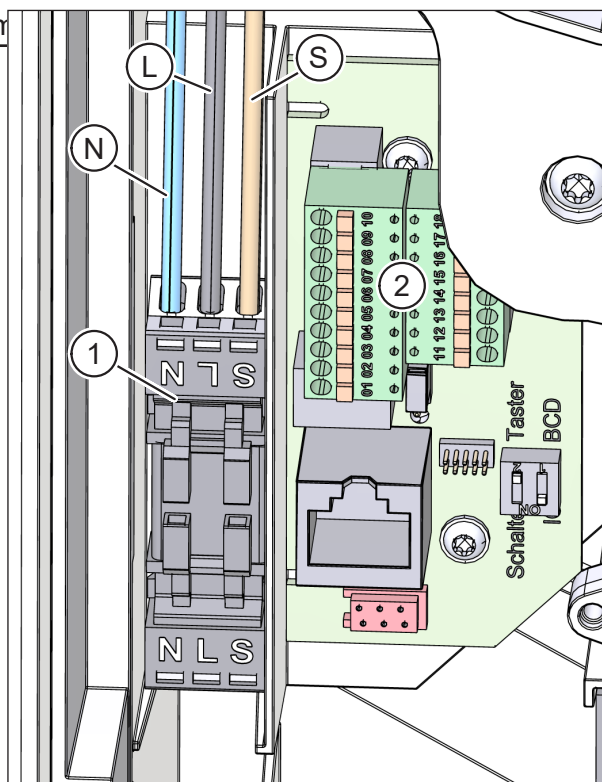

Fig. 40: Conectarea cablurilor de rețea și a cablului de control (dacă se utilizează)
- Nu este necesar conductor de legare de protecție la pământ (PE).
- ▶ Conectați conductorul neutru N (elementul N în Fig. 40) și conductorul exterior L (elementul L în Fig. 40) la elementul de conectare (elementul 1 în Fig. 40) al aparatului de ventilație.
- ▶ Dacă este utilizat, conectați firul pentru sistemul extern de control (elementul S în Fig. 40) la conector.
- ▶ Dacă se utilizează, conectați cablul de comandă la cutia de borne (elementul 2 în Fig. 40) de pe panoul de conexiuni (doar pentru anumite sisteme de ventilație, a se vedea Tabel 4 în secțiunea 10.9 la page 28).